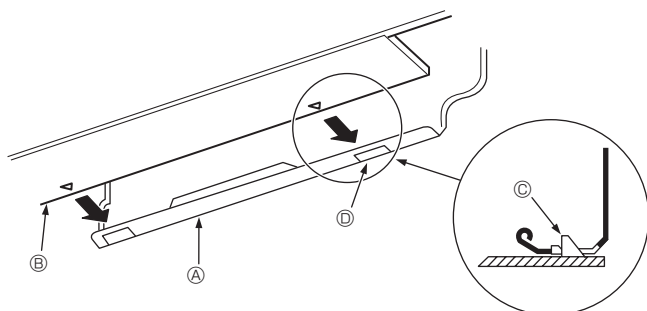

Fig. 3-11
- Lors de l'insertion de la tuyauterie de réfrigérant et du tuyau d'écoulement dans le trou de pénétration dans le mur (manchon de pénétration), accrocher le haut de l'appareil intérieur au panneau de montage ①.
- Fixer en poussant la partie inférieure de l'appareil intérieur sur la planche d'installation ①. (Fig. 3-11)
* Vérifier que les boutons dans le bas de l'appareil intérieur sont correctement insérés dans la planche d'installation ①.
① Planche d'installation
② Appareil intérieur
③ Crochet
④ Orifice carré